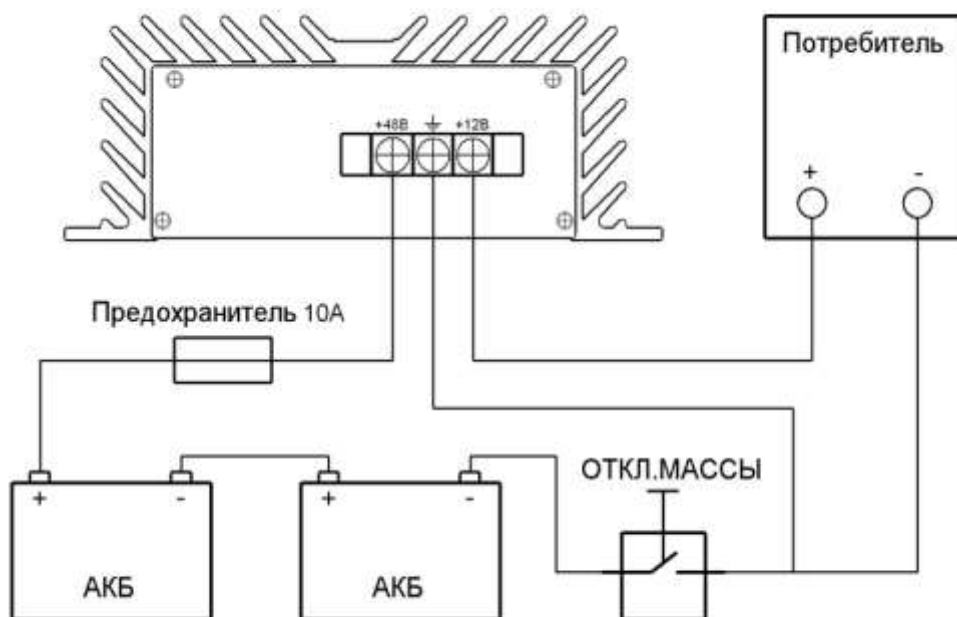

Рис. 1: Схема подключения устройства
4.3 Подключите клемму «+48В» преобразователя к бортовой сети автомобиля через дополнительно установленный предохранитель. Номинал дополнительного предохранителя — 10А; (См. рис. 1).